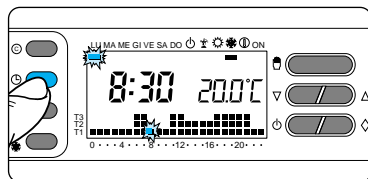

Fig. 21
3.6 - Premere il pulsante  (fig.21).